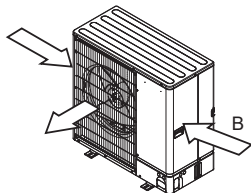

Fig. 2-5
(3) Posicione a unidade de forma a que o ar seja libertado perpendicularmente à direcção do vento. (Fig. 2-5)